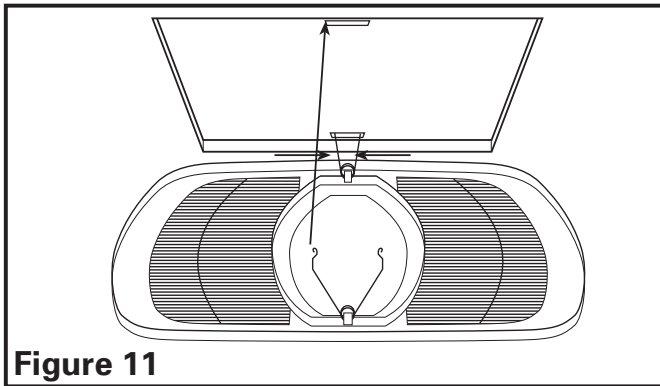

Figure 11
2. Installer la grille en pressant ensemble les deux extrémités des ressorts et en les installant dans les fentes du châssis du ventilateur. Pousser la grille en position (Figure 11).